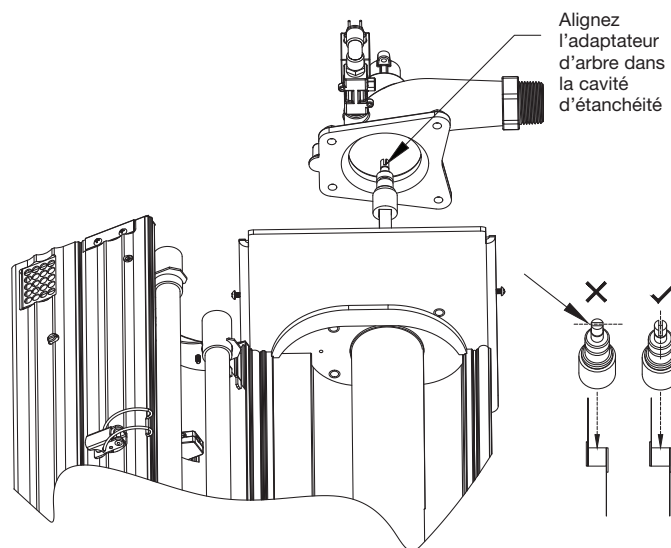

Figure 7-8
3. Une fois que le manchon en quartz est propre, réassemblez l'unité (voir Figure 7.8). Remplacez tout joint qui semble endommagé.
2. Assurez-vous que le joint torique d'étanchéité est bien en place autour du manchon en quartz, puis remettez en place le collecteur supérieur en alignant l'adaptateur d'arbre dans la cavité d'étanchéité du collecteur supérieur (voir Figure 7.8).